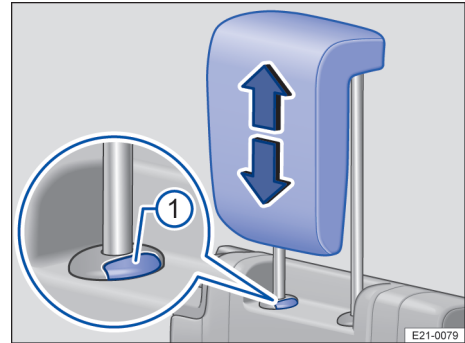

Fig. 76 Al treilea rând de scaune: Reglarea tetierei.
3. Pentru a debloca tetiera din poziția blocată, apăsați butonul → fig. 76 ① și coborâți tetiera.